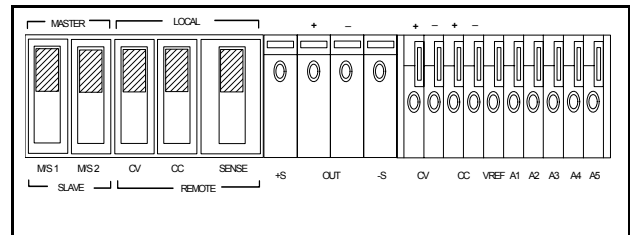

Figura 4. Impostazioni degli interruttori del pannello posteriore durante la verifica all'accensione
- b. Verificare che le impostazioni degli interruttori del pannello posteriore corrispondano a quelle indicate nella Figura 4.
L'alimentatore, al momento della spedizione dalla fabbrica, è configurato per la modalità di utilizzo locale. Per questa modalità è necessario che le impostazioni degli interruttori del pannello posteriore corrispondano a quelle indicate nella Figura 4. L'alimentatore fornisce tensione costante (CV) e corrente costante (CC) in uscita.